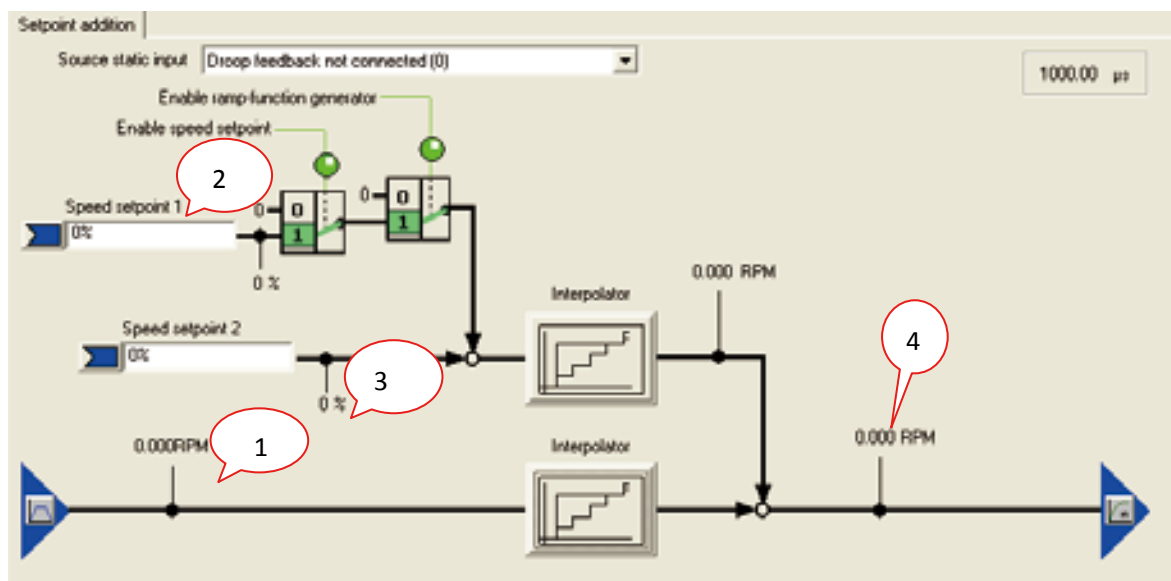

图 56. 速度设定点叠加
- (3) 速度控制器
- (4) V/F 控制
- (5) 转矩设定
- (6) 转矩限制
- (7) 电流设定滤波器
- (8) 电流控制器
- (9) PWM 调制
- (10) 电机
- (11) 编码器
- (12) 电源同步
• **速度设定点叠加**：主要是完成（扩展）速度设定通道与另外两路设定给定通道叠加，如图 56 所示：